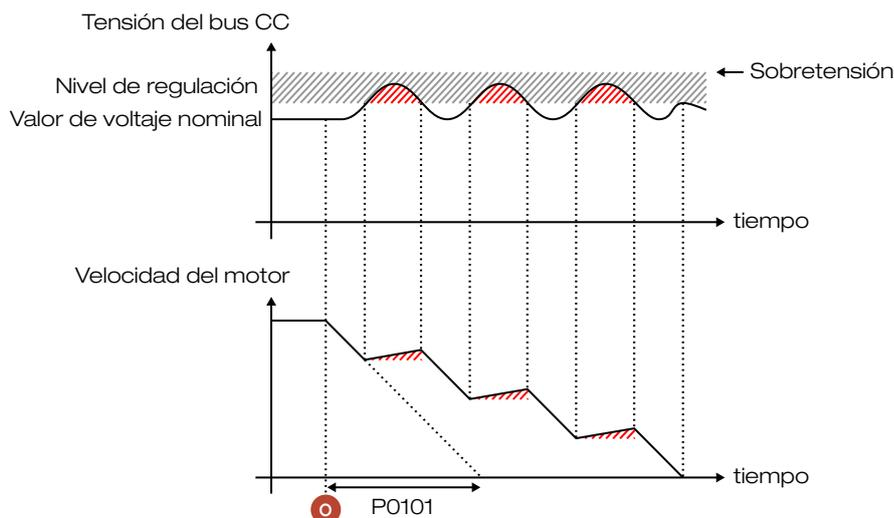
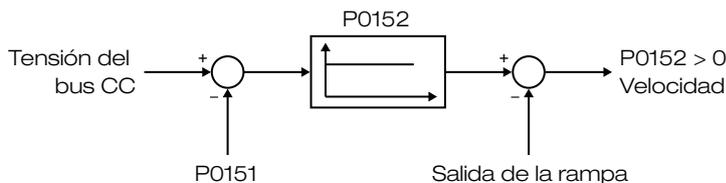

Figura 5.16: Desaceleración con Holding de Rampa
Figura 5.17: Diagrama en Bloque de la regulación de la tensión del bus CC
Holding de rampa - Cuando la tensión del bus CC alcanza el nivel de regulación durante la desaceleración, el tiempo de la rampa de desaceleración es extendido y es mantenida la velocidad en un valor constante, hasta el momento que la tensión del bus CC salga del nivel de actuación. Consulte la Figura 5.16 en la página 5-27. Esa regulación de la tensión del bus CC (holding de rampa) intenta evitar el bloqueo del convertidor por error relacionado a sobretensión en el bus CC, cuando ocurre la desaceleración con cargas de alta inercia o con tiempos de desaceleración pequeños.
Cuando la tensión del bus CC alcance el nivel de regulación durante la desaceleración, el tiempo de desaceleración será extendido y el motor será acelerado hasta el momento que la tensión del bus CC salga del nivel de actuación. Consulte la Figura 5.16 en la página 5-27 y Figura 5.17 en la página 5-28.
- Consulte a P0151 (con control V/f) y la Figura 5.17 en la página 5-28.